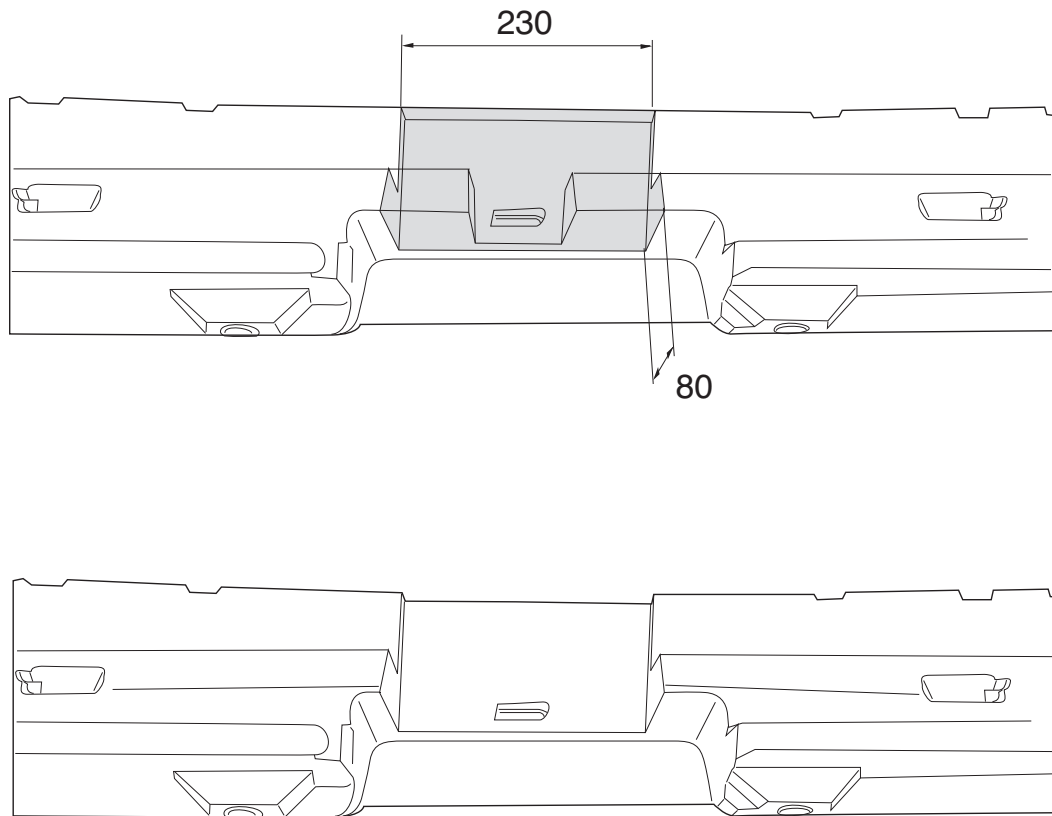

Fig.2
**Sur les véhicules construits à partir de 04/2002,** le renforcement en plastique du pare-chocs doit être remplacé par le modèle en tôle 98AB N17D995 BE. Scier une partie de la mousse à la figure 2. Remettre la mousse dans le pare-chocs. Monter le pare-chocs.
1. Zdemontować zderzak. Uwaga: za błotnikiem i w bagażniku znajduje się sześć nakrętek M 6, które należy odkręcić. Stosując się do rys. 2 wyciąć od spodniej części zderzaka pokazany element krawędzi ściętej.